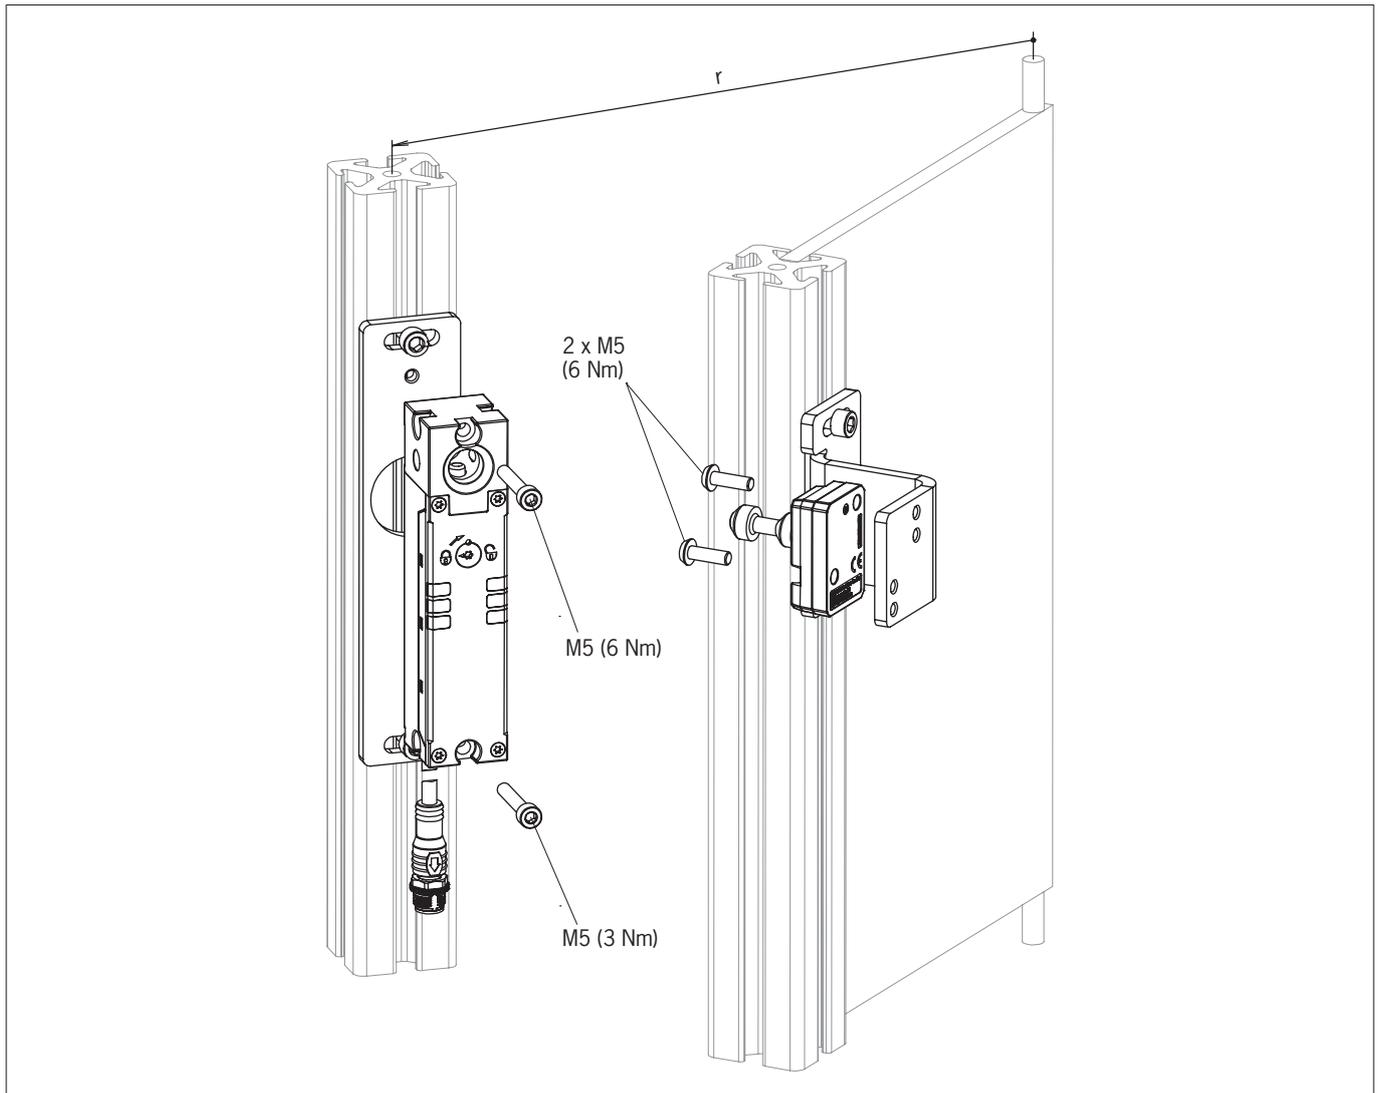

Bild 3: Montagebeispiel
- › Beachten Sie das Anzugsdrehmoment für die Befestigung des Schalters und des Betätigers (siehe *Bild 3*):